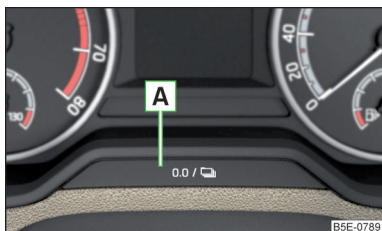

Abb. 50
- Die Taste **A** » **Abb. 50** gedrückt halten, bis im Display der Menüpunkt **Service** angezeigt wird.